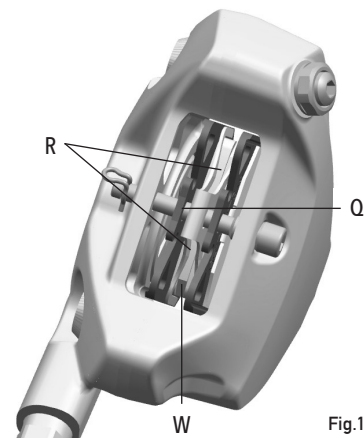

Fig.11
Para cada pastilla, compruebe que la indicación de desgaste de la pastilla W (Fig. 11) esté presente, que la pastilla esté bien colocada con el soporte metálico Q (Fig. 11) en contacto con el pistón y que la parte de fricción de la pastilla R (Fig. 11) esté en contacto con el disco. En caso contrario, diríjase a un mecánico especializado o a un Pro Shop Campagnolo como se indica en el capítulo 2 «INFORMACIÓN Y ASISTENCIA TÉCNICA».
**Advertencia:** Las condiciones de uso con lluvia, barro, arena o polvo pueden reducir drásticamente la vida útil de las pastillas desgastándolas prematuramente respecto al uso en carreteras de asfalto limpias. Por tanto, es importante controlar con mucha frecuencia que la indicación de desgaste W (Fig. 11) esté presente en las pastillas. De lo contrario, deberá dirigirse a su mecánico de confianza para que las cambie.